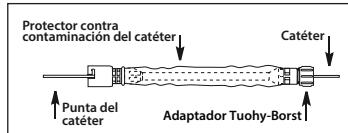

Figura 2
- a. Si va a utilizar un protector contra contaminación del catéter con adaptador Tuohy-Borst (si se suministra), introduzca la punta del catéter deseado a través del extremo del adaptador Tuohy-Borst del protector contra contaminación del catéter. Haga avanzar el catéter a través del tubo y el conector del otro extremo (consulte la figura 2).